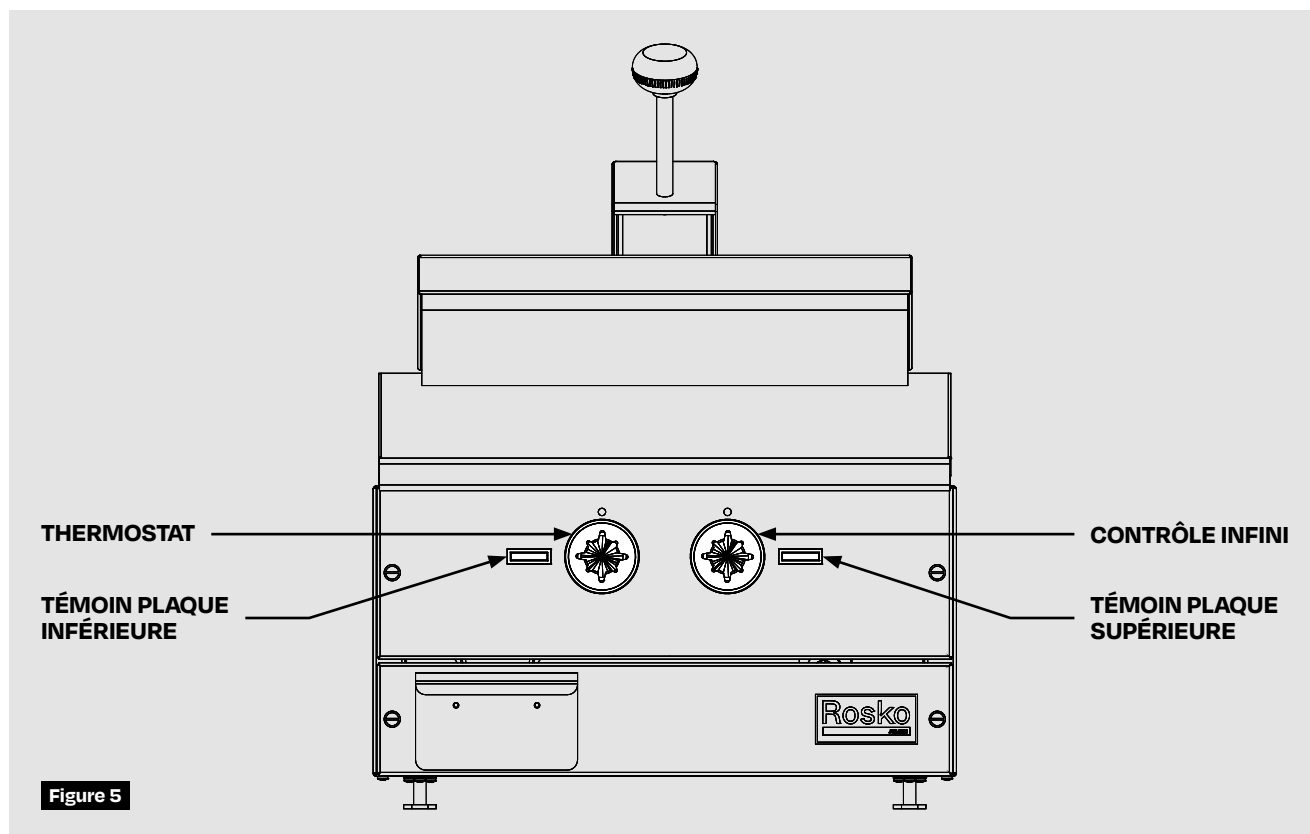

Figure 5
4. Ajuster le contrôle infini à la position désirée. Le témoin lumineux rouge droit s'allumera pour indiquer que l'élément de la plaque supérieure est en fonction. **(Figure 5)**